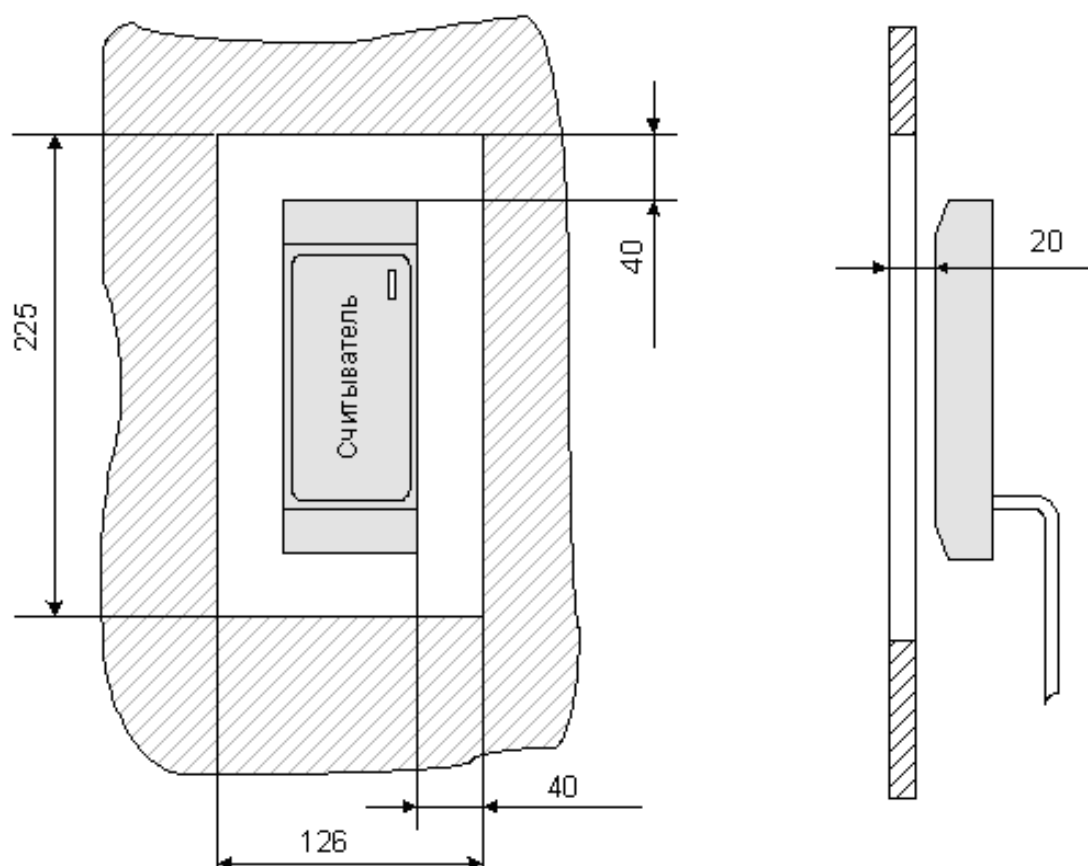

Рис. 3 Установка считывателя за металлической поверхностью
- При установке считывателя за металлической поверхностью, в ней необходимо вырезать окно, напротив которого, равноудалено от краев окна, и устанавливается считыватель (см. рис. 3), при этом размеры окна должны быть не менее 220x126 мм. Само окно может быть закрыто неметаллической вставкой (например,